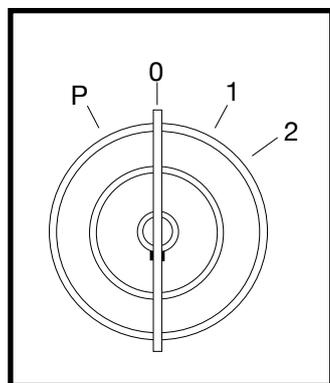

Fig. 11
- si la machine doit rester arrêtée les feux allumés, tourner la clé en position P et actionner l'interrupteur de l'éclairage 3 (fig.11).
Le remplacement doit être fait avec le motoculteur chaud en dévissant le bouchon A (fig. 11) et le bouchon B (fig. 12).